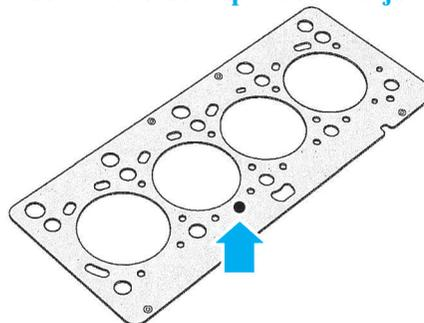

fig.1
- Épaisseur du joint écrasé (fig.1) :